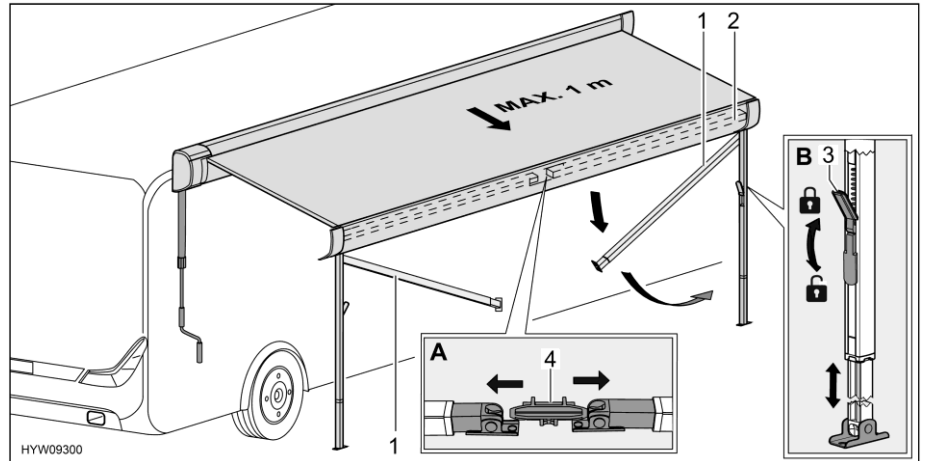

Bild 33 Förbereda stödfötterna
- Lossa stödfötterna (Bild 33,1) ur fästet (Bild 33,4) i frontlisten (Bild 33,2). Tryck stödfötterna lätt utåt (Bild 33,A).
- Lossa stödfötternas lås (Bild 33,3). Fäll ned låsarmen.
- Dra ut stödfötternas nedre del till önskad längd (Bild 33,B).
- Stäng stödfötternas lås (Bild 33,3). Fäll upp låsarmen.